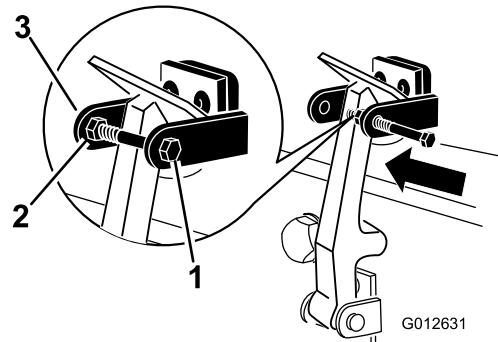

Figura 10
7. Avvitate il bullone nell'altro braccio della staffa di chiusura del cofano per fissare il fermo in posizione (Figura 10).